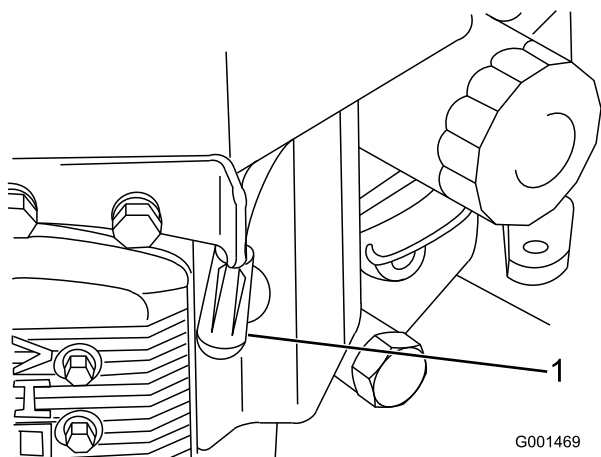

Figure 30
3. Débranchez les bougies (Figure 30).